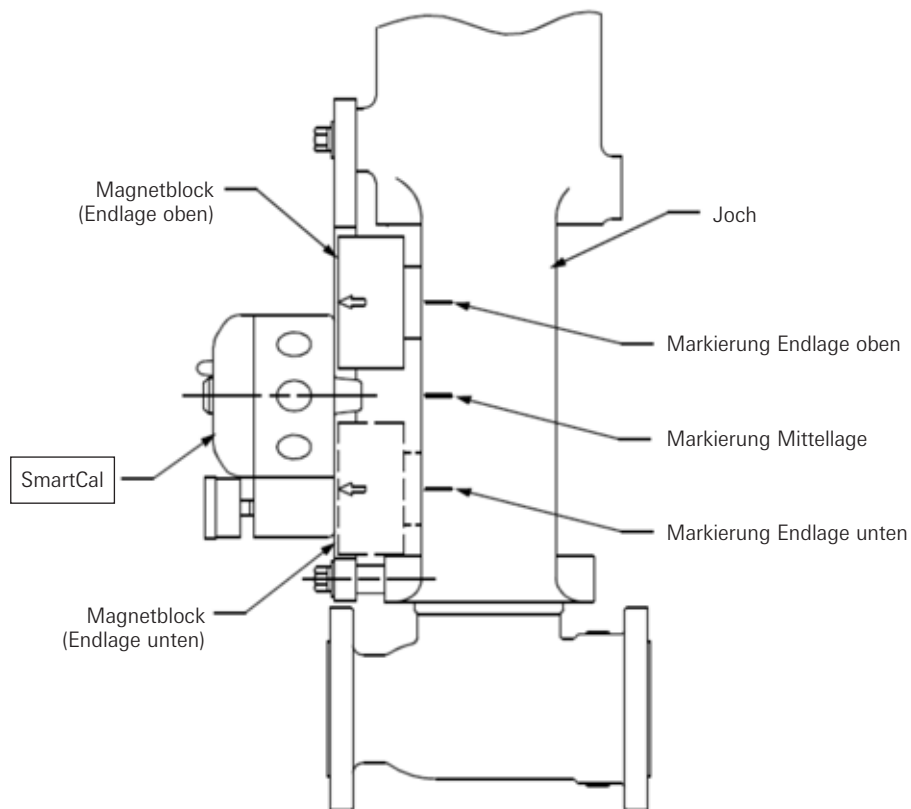

Abbildung 2-4 B
4. Befestigen Sie den Stellungsregler so an der Halterung, dass sein Magnetfeldaufnehmer (die hervorstehende Nase) auf Höhe der mittigen Markierung liegt. (Siehe Abbildung 2-4 B.)